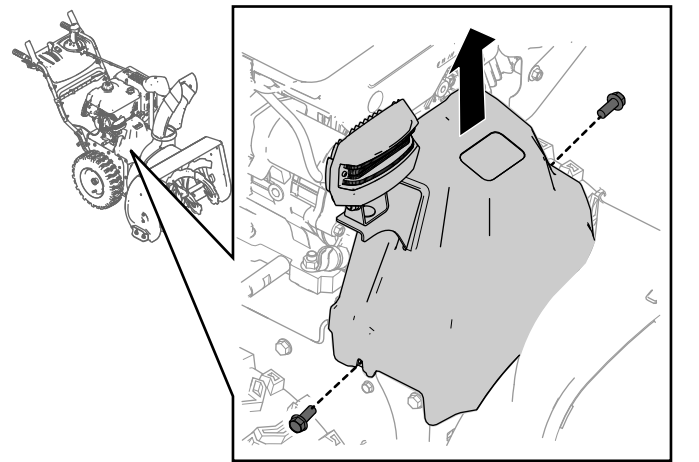

Figure 28
1. Enlevez les 2 vis de fixation du protège-courroie (Figure 28).
2. Déposez le protège-courroie (Figure 28).